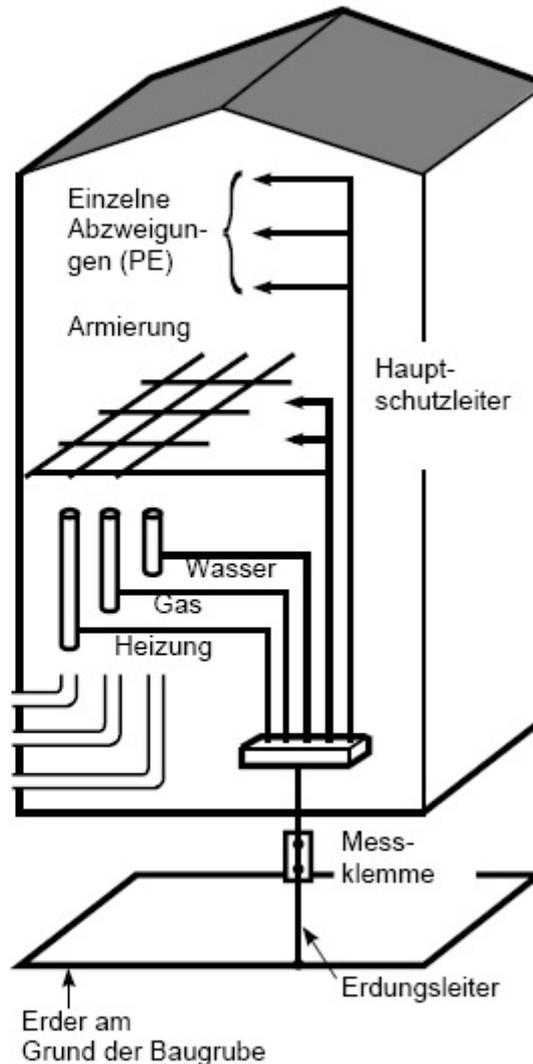

Abb. 4: Potentialausgleich in einem Gebäude.
Die Zusammenschaltung dieser Massen trägt wirksam zur Reduktion der Berührungsspannung bei. Sie erfolgt mit Hilfe des Schutzleiters (PE), der die Masse der elektrischen Betriebsmittel in einem Gebäude, eventuell ergänzt durch zusätzliche Potentialausgleichsverbindungen, miteinander verbindet (siehe Abb. 4). Zur Erinnerung: Der Potentialausgleich kann nicht an allen Orten vollständig sein (insbesondere in Lokalitäten mit einem einzigen Niveau). Ferner wird für die Untersuchung der Erdungsschemas und des damit verbundenen Schutzes die von der Normierungsstelle getroffene Annahme $U_c = U_d$ übernommen, da U_c mindestens gleich U_d ist.